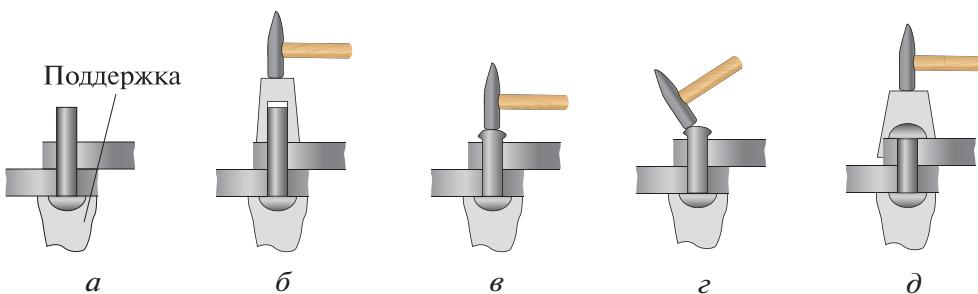

Рис. 5.47. Соединение деталей заклёпками с полукруглой головкой:
Последовательность соединения деталей заклёпками с полукруглыми головками (рис. 5.47)
- ▶ 1. Установить заклёпку в просверлённое отверстие (рис. 5.47, а).
- ▶ 2. Под закладную головку поставить поддержку (рис. 5.47, б) и ударами молотка по бойку натяжки осадить склёпываемые листы для устранения зазора между ними.
- ▶ 3. Осадить стержень. Удары молотком производить по центру стержня, пока не образуется «бочонок» (рис. 5.47, в).
- ▶ 4. Боковыми ударами молотка придать головке необходимую форму (рис. 5.47, г).
- ▶ 5. Обжимкой (рис. 5.47, д) с помощью молотка оформить замыкающую головку.